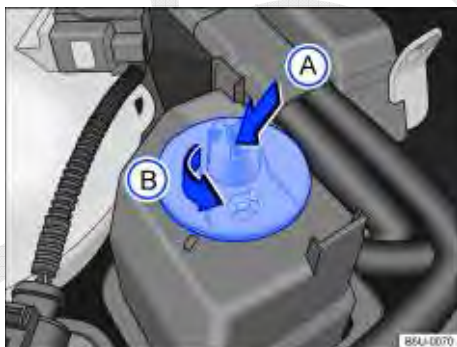

Fig. 110 No compartimento do motor: reservatório do fluido da direção hidráulica.
- Com o auxílio de uma chave de fenda ⇒ Fig. 110 , girar a tampa do reservatório  no sentido da seta.
- Com o auxílio de uma chave de fenda ⇒ **Fig. 110** **A** (seta), girar a tampa do reservatório **B** no sentido da seta.